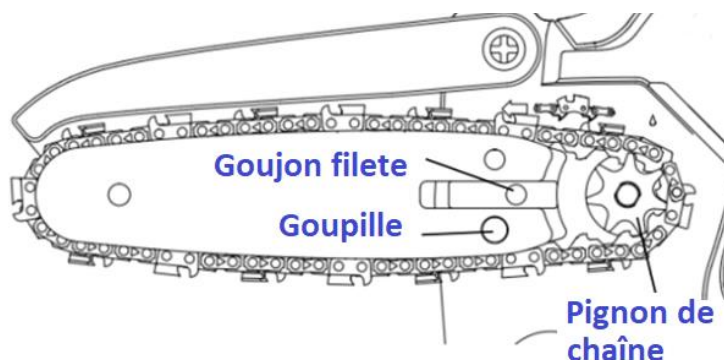

Fig. 6
- Installez le guide et la chaîne sur l'outil comme illustré à la Fig. 6. Assurez-vous que: